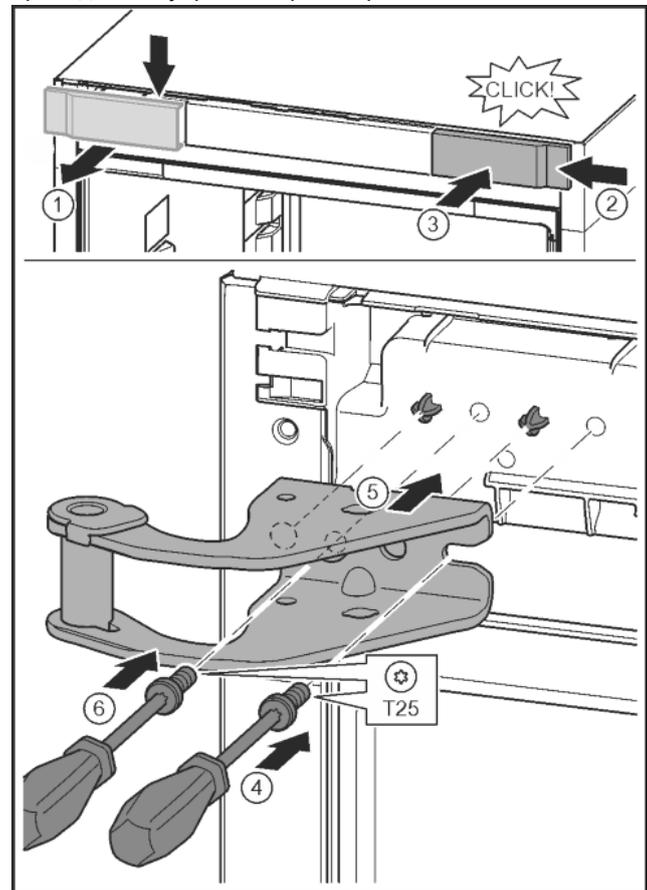

Fig. 14
- ▶ Отпустить крышку и снять сбоку. Fig. 14 (1)
- ▶ Навесить крышку, повернув ее на 180°, справа с другой стороны. Fig. 14 (2)
- ▶ Крышку зафиксировать. Fig. 14 (3)
- ▶ Установить винт отверткой T25. Fig. 14 (4)
- ▶ Установить верхний опорный кронштейн. Fig. 14 (5)
- ▶ Затянуть винт. Fig. 14 (4)
- ▶ Вставить и затянуть винт отверткой T25. Fig. 14 (6)